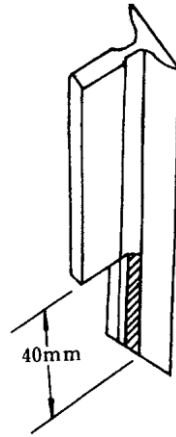

图 2-13 导轨接油位置
4. 对用油润滑的导轨，需在立危导轨前将其下端距地平 40mm 高的一段工作面部分锯掉，以留出接油盒的位置（图 2-13）。